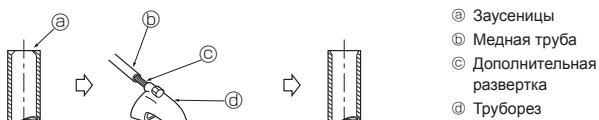

Fig. 5-3
5.2.2. Удаление заусениц (Fig. 5-3)